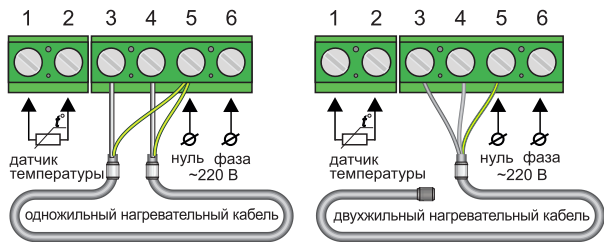

Рис.63. Схема подключения терморегулятора к 2-х проводной эл. сети
Если у Вас 2-х проводная электрическая сеть (без проводника заземления), схема подключения представлена на рис. 63, 64. Экран нагревательной секции подключается к нейтральному проводнику (N) сети питания, на клемму 5.
Если у Вас 3-х проводная электрическая сеть (с отдельным проводником заземления), схема подключения представлена на рис. 63, 64. Проводник заземления и экран нагревательной секции соединяются между собой при помощи внешнего клеммного контакта под винт (входит в комплект поставки).